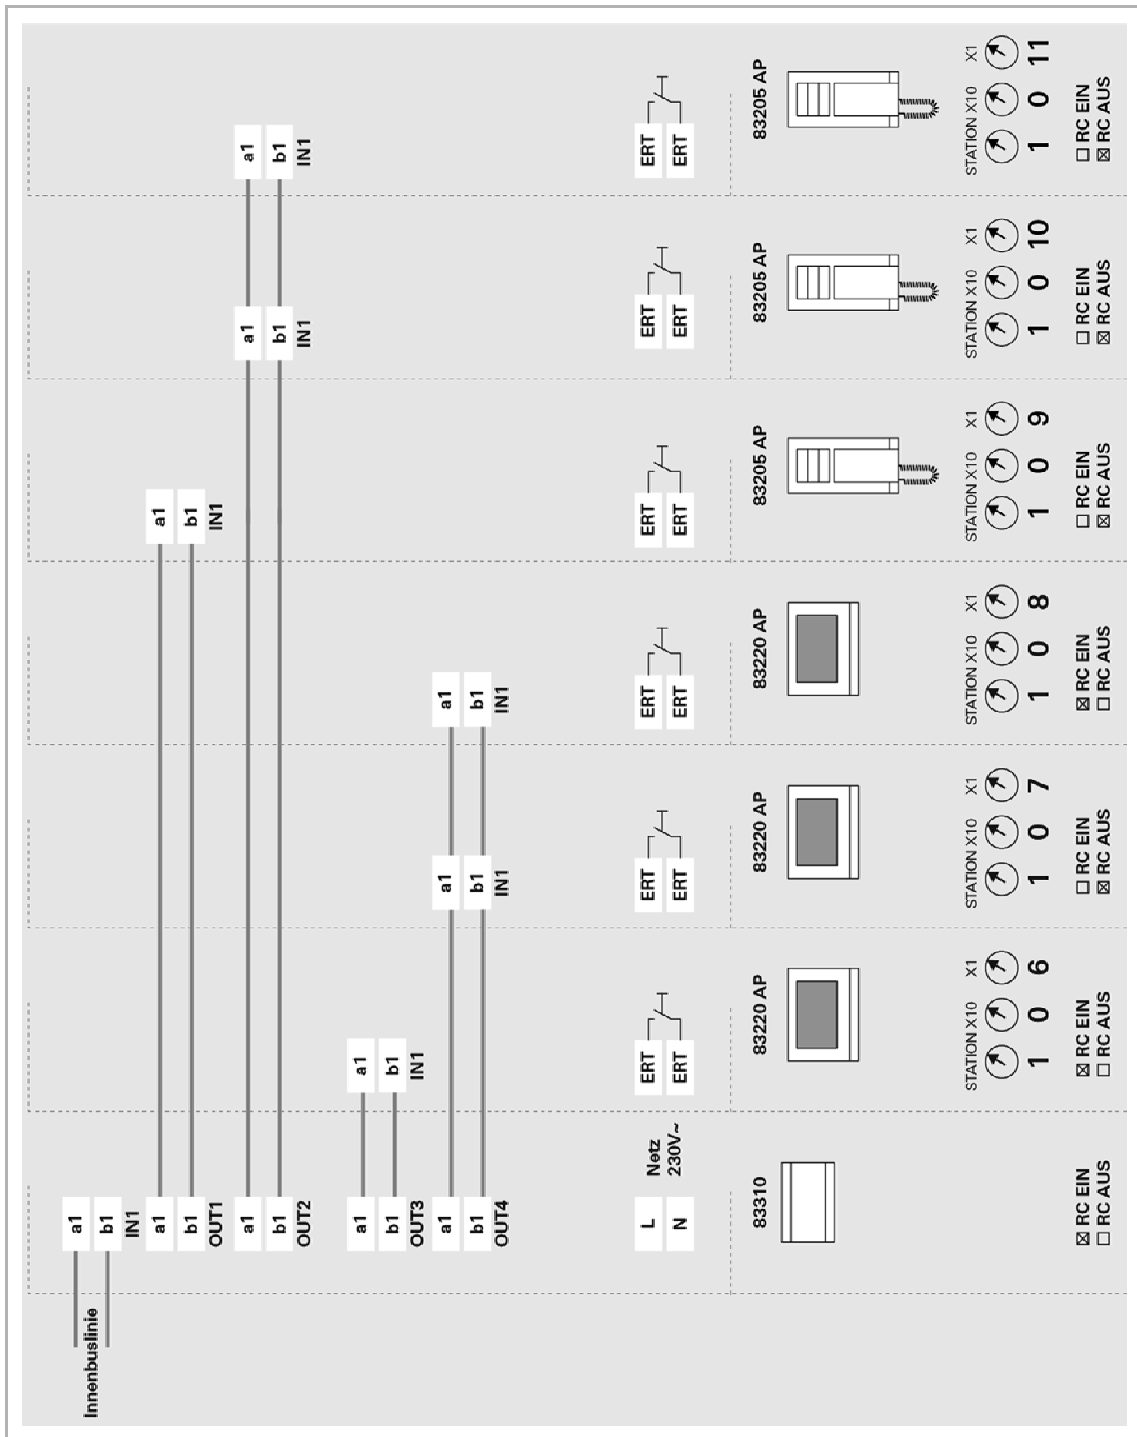

Abb. 29: Audio-Video mit Zusatzspannungsversorgung
4.20 Anlagentyp: Audio-Video mit Zusatzspannungsversorgung (Abb. 29)**Anlagenbeschreibung:**
Beispiel für eine Beschaltung der Zusatzspannungsversorgung (Abb. 29)